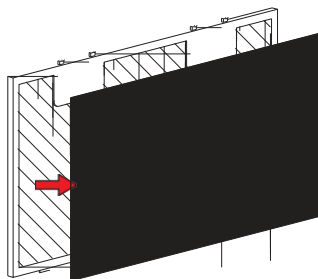

Bild 2
3. Se bild 2, placera det nya kolfiltret på fettfiltret.